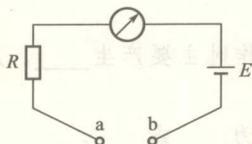

图 1-5 用万用表的电阻挡测量电阻
10. 如图 1-5 所示万用表的电阻挡测量线路, 已知  $R=30\Omega$ ,  $E=1.5\text{V}$ , 当测量电阻时, 指针指向满偏刻度的  $1/3$  位置, 那么被测电阻为 ( )。